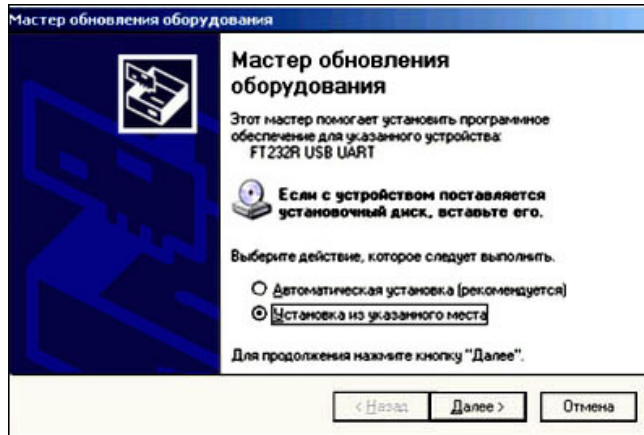

Рис. 7. Установка драйвера из указанного места
3. Установите драйвер виртуального COM порта. Драйвера находятся в папке «C:\arduino\drivers» и «C:\arduino\drivers\FTDI USB Drivers» (см. рис. 7, 8).